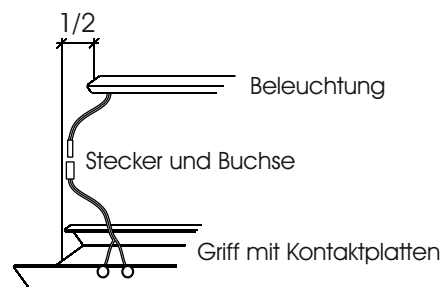

Abb. 11
3. Verbinden Sie den Stecker der Beleuchtung mit der Buchse der Kontaktplatten. (Abb. 11)